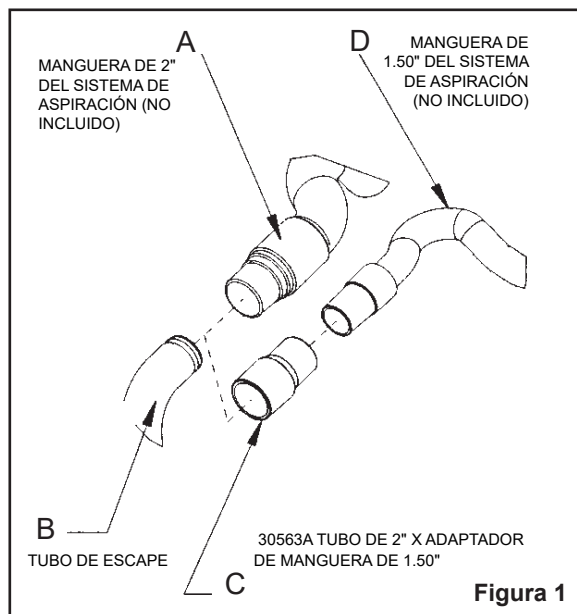

Figura 1
1. Instale el extremo de manguera de 2" (figura 1, A) directamente sobre el tubo de escape (figura 1, B).
1. Instale el adaptador del extremo de manguera de 2" x 1 1/2" (N° de pieza 30563A) (figura 1, C) sobre el tubo de escape (figura 1, B).
2. Inserte el extremo de manguera de 1 1/2" (figura 1, D) en el adaptador (figura 1, C).